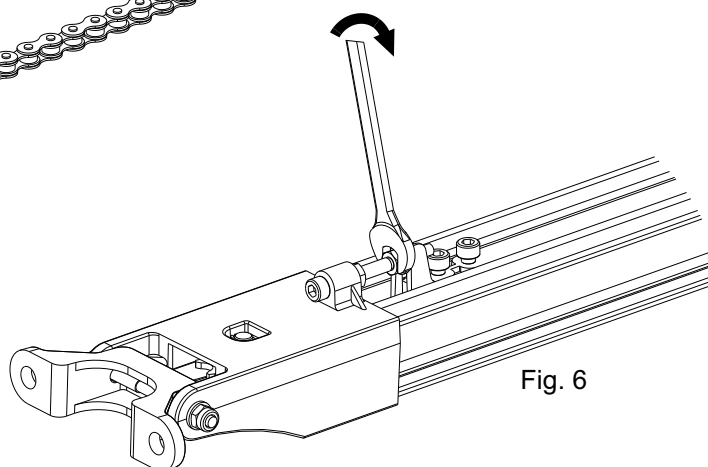

Fig. 6
- Tensione ligeramente la cadena utilizando una llave de 10, tal y como indica la Fig. 6